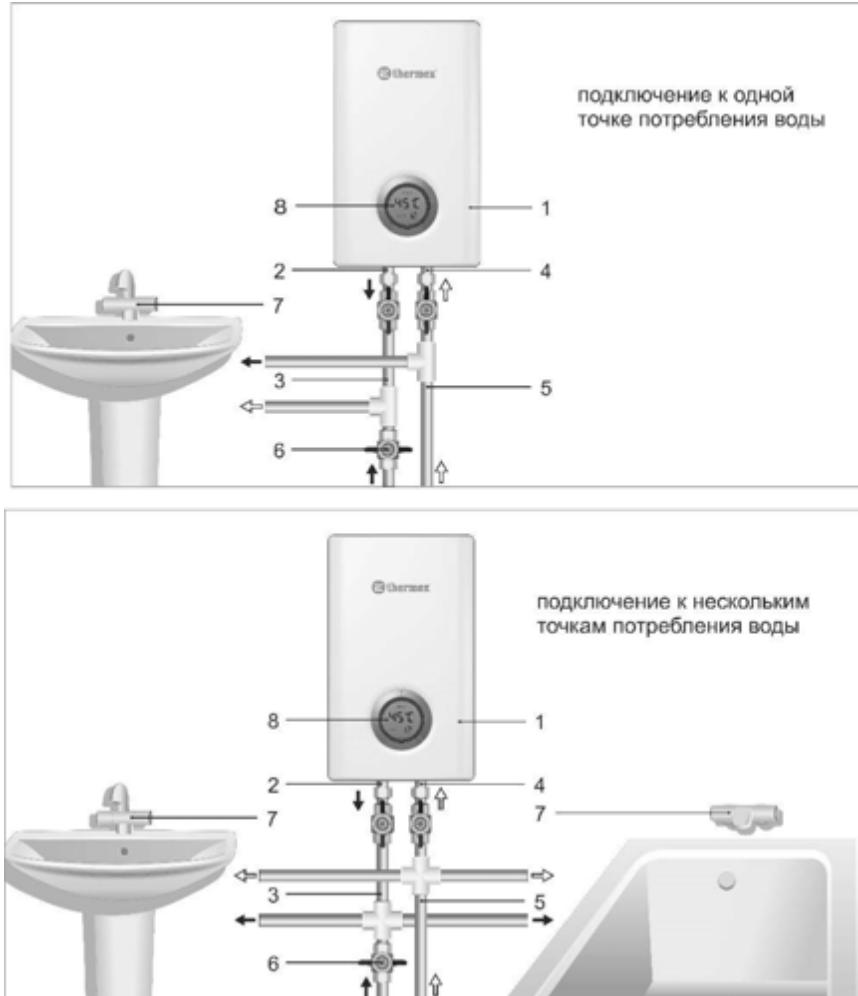

Рисунок 3. Схема подключения ПЭВН к водопроводу
4. Для выключения водонагревателя нужно закрыть кран горячей воды на смесителе (**п. 7, Рис.3**), датчик давления автоматически разомкнет цепь подачи электроэнергии к нагревательному элементу, при этом экран на лицевой панели